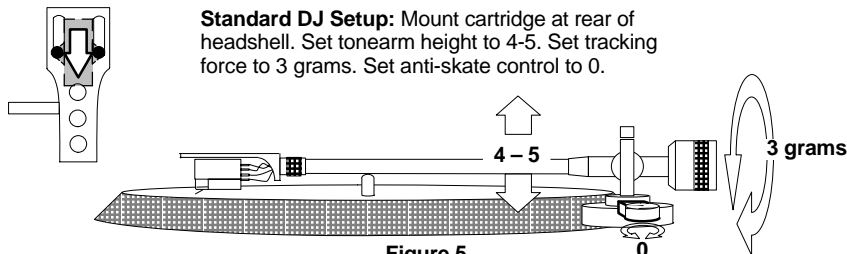

Figure 5
- **Standardmäßige DJ-Einrichtung (Abbildung 5):** Den Tonabnehmer an der Rückseite des Tonarmkopfs befestigen. Die Tonarmhöhe auf 4-5 einstellen. Die Auflagekraft auf 3 g einstellen. Den Antiskating-Wert auf 0 einstellen.